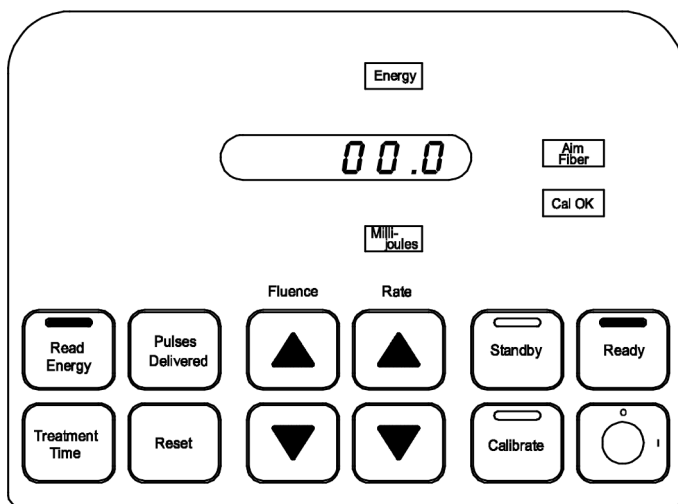

**Figura 11**
7. Durante l'emissione della radiazione laser da parte del sistema laser a eccimeri, viene memorizzato il tempo di trattamento totale. Per rilevare il tempo di trattamento, arrestare l'emissione della radiazione laser e premere il pulsante **Tempo di trattamento**. La spia di indicazione **Min/Sec** si accende e il tempo di trattamento totale viene visualizzato nella finestra del display. (Figura 11)